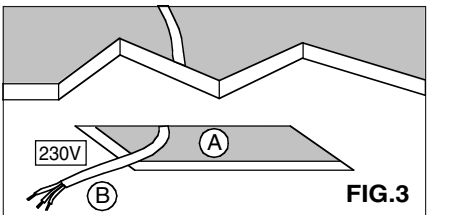

FIG.3
- Faire le trou dans le faux plafond en verifiant les dimensions en tab. 1 FIG. 3 A
- Die Abmessungen in Tab. 1 kontrollieren und das Deckenausschnitt machen FIG. 3 A